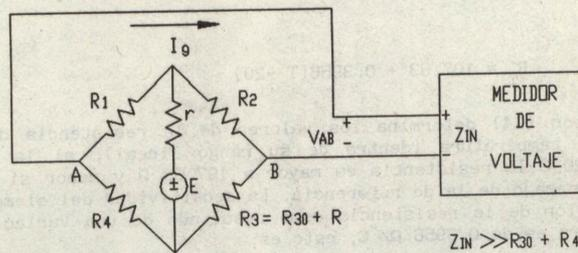

Figura 5
El diagrama de la figura 5 y las ecuaciones (11) y (12) conforman el esquema que se empleará para implementar el transductor de RESISTENCIA / VOLTAJE de la práctica.